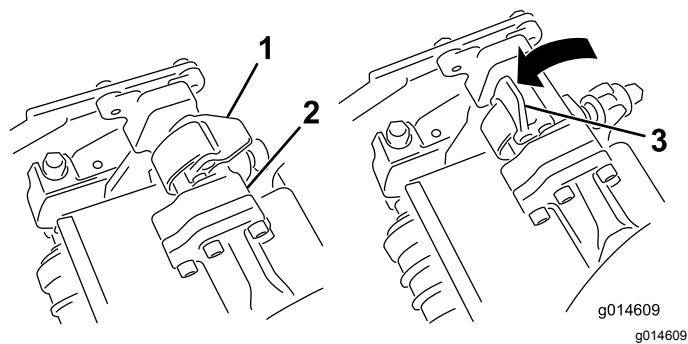
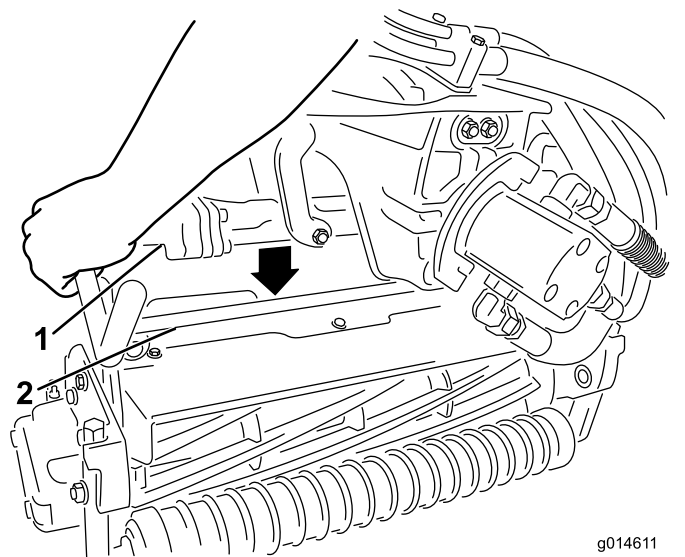

Рисунок 29
Рисунок 30
3. Когда защелки на штанге рычага подвески направлены вверх (т.е. открыты) (Рисунок 29), нажмите на рычаг подвески так, чтобы штанга села на поперечный стержень наверху режущего блока (Рисунок 30).
4. Опустите защелки и поверните вокруг стержня режущего блока и заблокируйте их (Рисунок 29).
4. Откройте защелки на штанге рычага подвески режущего блока, который необходимо снять (Рисунок 29).